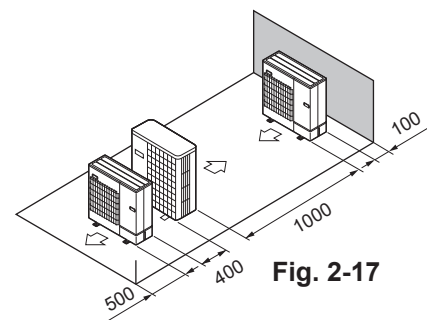

Fig. 2-17
- ⑤ Plassering av enkel parallell enhet (Fig. 2-17)